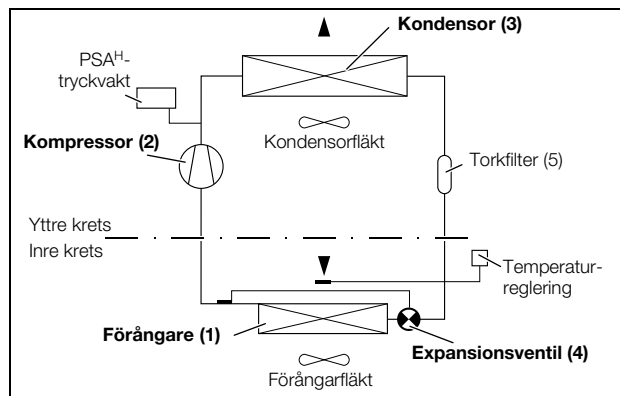

Bild 2: Kylkrets
Kylaggregatet (kompressionskylanläggning) består av fyra huvudkomponenter (se bild 2): förångare (1), köld-